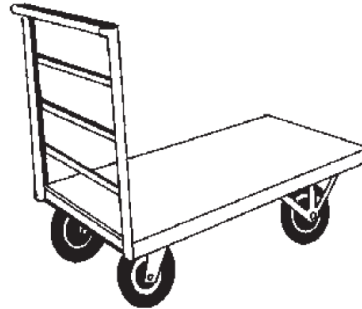

Figura 1-3. Carretilla (2)
- El ancho de los corredores dependerá de la forma de transferencia del material a la sala de dosificación. Si el sistema es manual, se debe considerar un ancho suficiente como para que pueda pasar una carretilla o un equipo mecánico (figura 1-3).